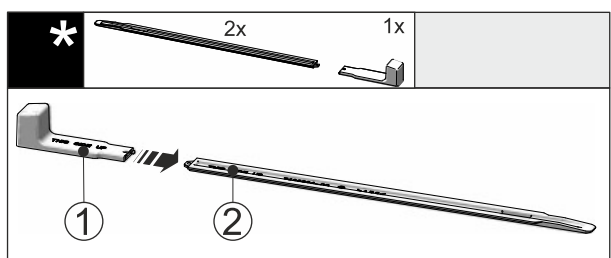

Fig. 54
- ▶ Inserire l'impugnatura di montaggio Fig. 54 (1) sulla guida di livellamento Fig. 54 (2).